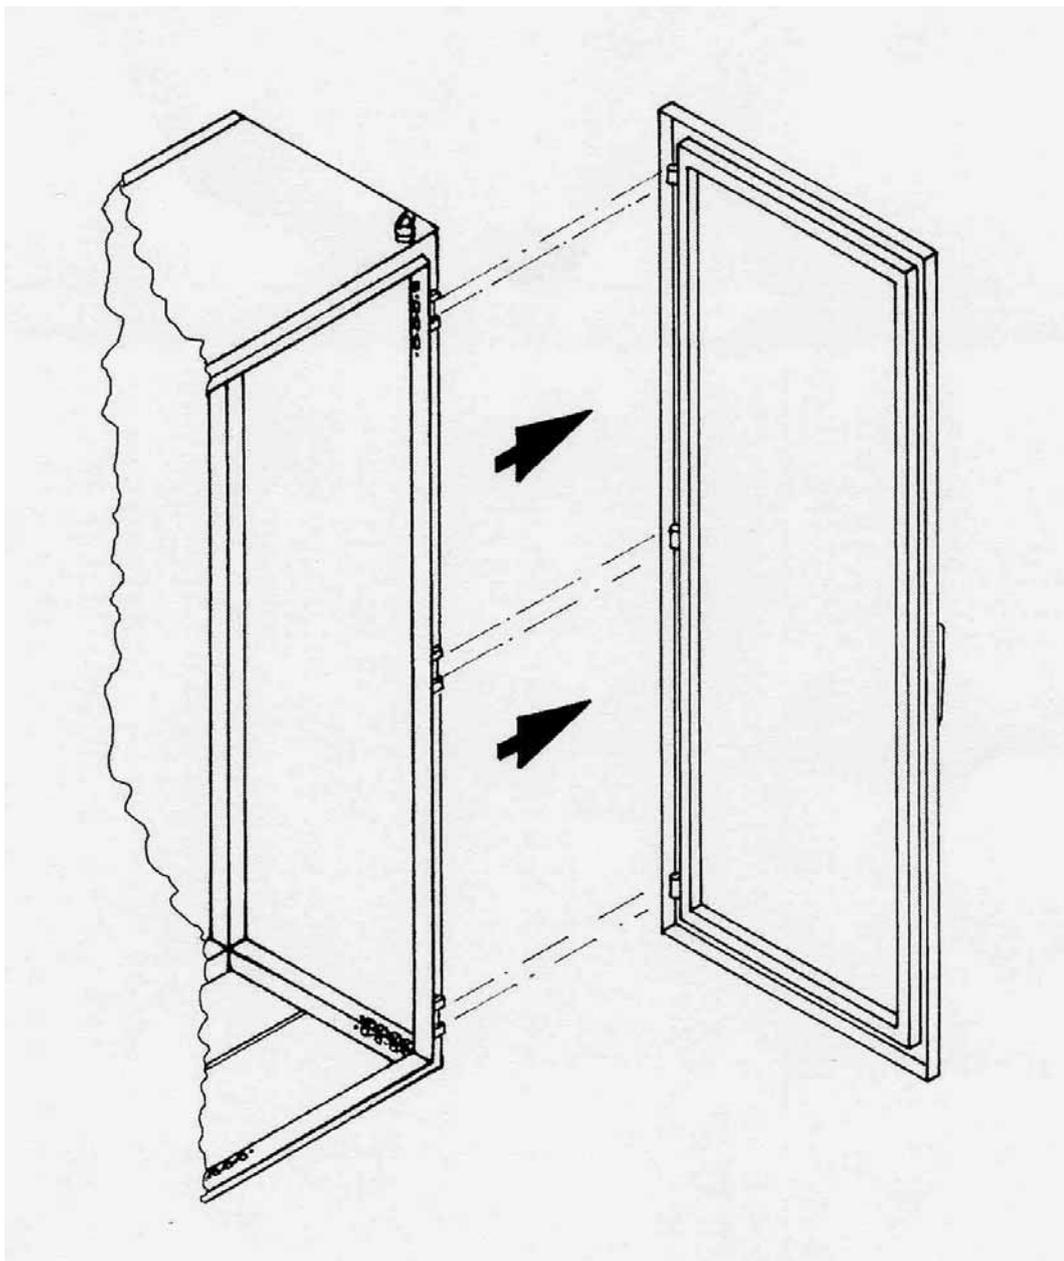

Рис. 9: Монтаж/демонтаж шарниров, запорной системы и панелей основания
- Удалить панели основания (см. рис. 9)